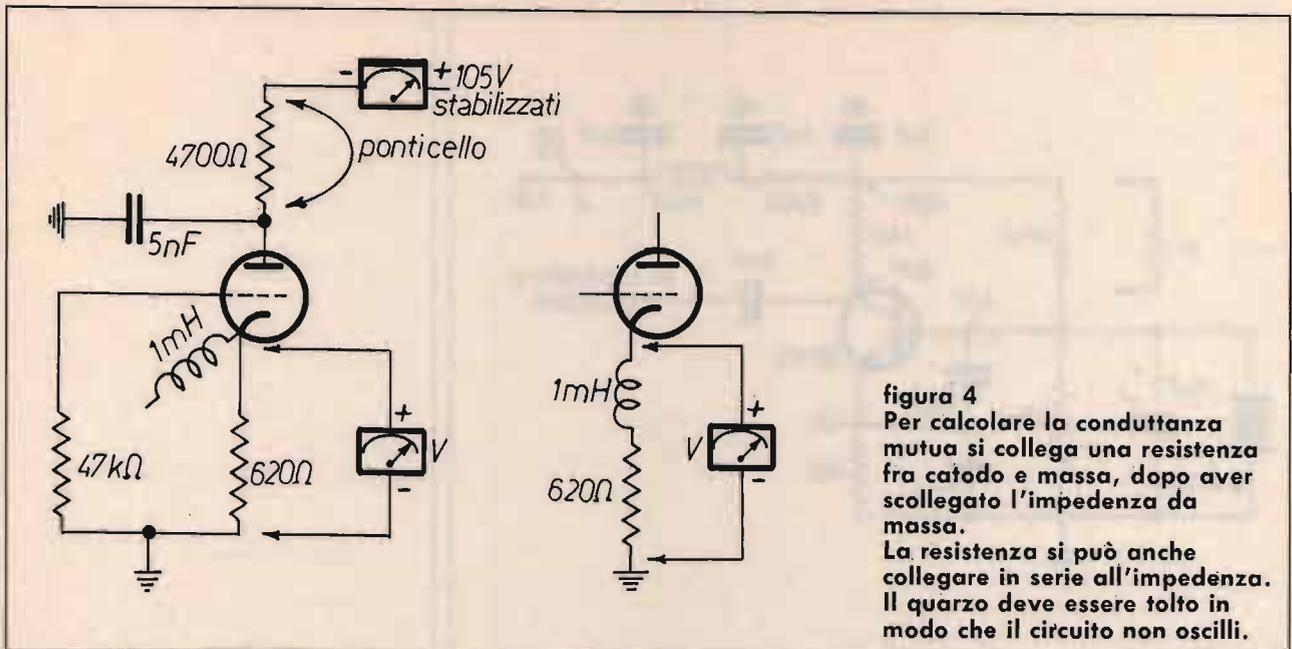

figura 4
Negli altri due fori inserirete invece un condensatore variabile da $4 \div 40$ pF. Infine, con uno spezzone di cavo schermato per antenne della lunghezza di 15 cm unirete il filtro in parallelo all'entrata dell'antenna sul retro del televisore (figura 4). Dopo aver collegato il circuito, con il televisore e baracchino in funzione, agite sulla vite di regolazione del condensatore variabile fino a eliminare completamente il disturbo.
colo dedicato alle valvole (1). Ecco come ho proceduto per il calcolo della conduttanza mutua (figura 4). Ho scollegato da massa l'impedenza e ho collegato fra catodo e massa una resistenza da 620 Ω. Ho dato tensione e ho misurato la corrente anodica (2,1 mA) e la tensione ai capi della resistenza (1,3 V).